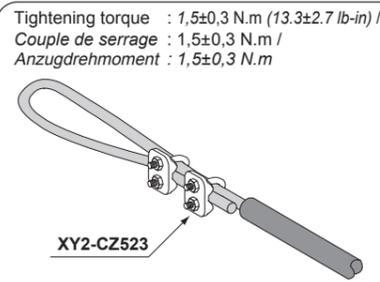

Fig. 1
- Dismantle the cable of its red sheath on approx. 10 cm (3.9 in.), fix it by 2 cable clamps XY2-CZ523 that must squeeze the cable and not the sheath. (Fig. 1).
- Dénuder le câble de sa gaine rouge sur environ 10 cm, fixer avec 2 étriers XY2-CZ523 qui doivent serrer sur le câble et non sur la gaine. (Fig. 1).